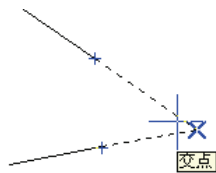

图 1-57 捕捉延长线交点
⑧ 延长线 (EXTension): 可以使用“延长线”对象捕捉延长直线和圆弧。与“交点”或“外观交点”一起使用“延长线”, 可以获得延长交点。要使用“延长线”, 在直线或圆弧端点上暂停后将显示小的加号 (+), 表示直线或圆弧已经选定, 可以用于延长。沿着延长路径移动光标将显示一个临时延长路径。如果“交点”或“外观交点”处于“开”状态, 就可以找出直线或圆弧与其它对象的交点, 如图 1-57 所示。